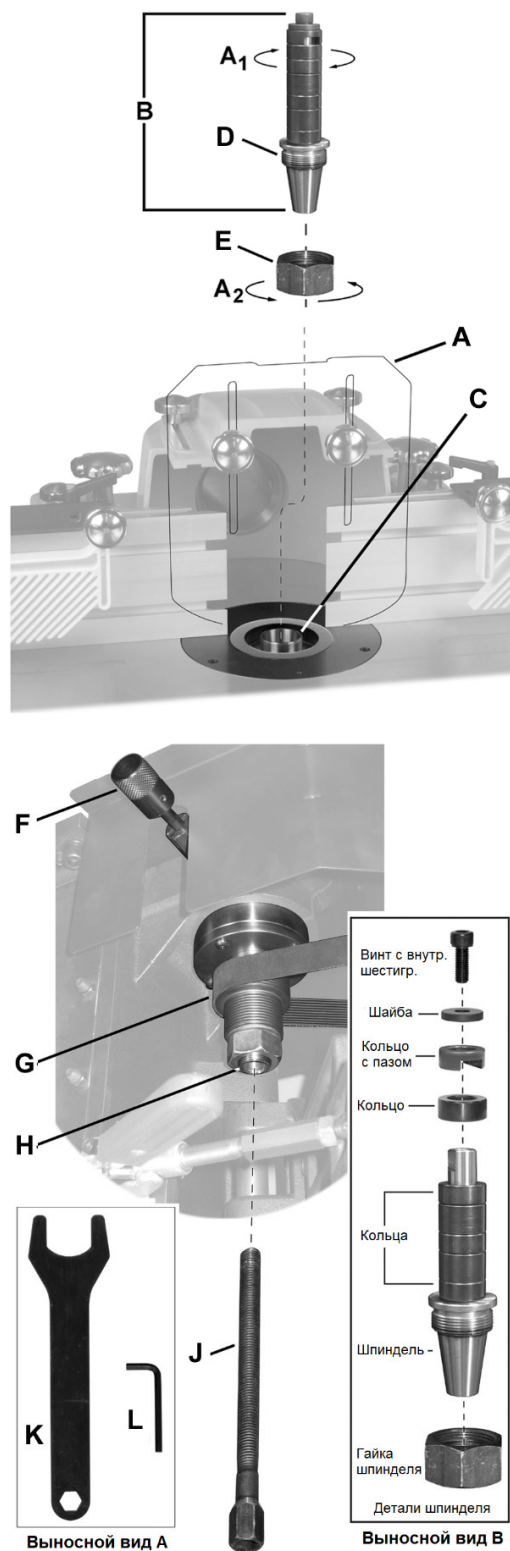

Рис. 15
См. Рис. 15. Для более наглядной иллюстрации процесса *защитное ограждение* (A) снято.
См. Рис. 15:
1. Установите *фиксатор шпинделя* (F, Рис. 15) таким образом, чтобы к нему был доступ через дверь с правой стороны тумбы. Потяните за фиксатор и поверните его на 90° вправо *или* влево, установив в специальную выемку.
Попробуйте повернуть *шпиндель* (B, Рис. 15) рукой, чтобы убедиться, что он заблокирован и не вращается.
4. Потяните фиксатор шпинделя (F, Рис. 15), доступ к которому осуществляется через дверь с правой стороны тумбы. Поверните ее на 90° вправо *или* влево, установив в специальную выемку.
Попробуйте провернуть *шпиндель* (B, Рис. 15) рукой, чтобы убедиться, что он заблокирован и не вращается.
2. Наденьте *цанговый зажим* (A, Рис. 17) на *шпиндель* (B, Рис. 17) и зафиксируйте его с помощью *гаечного ключа* (K, Рис. 15).
3. Разблокируйте шпиндель, потянув за *запорную ручку* (F, Рис. 15), доступ к которой осуществляется через дверь с